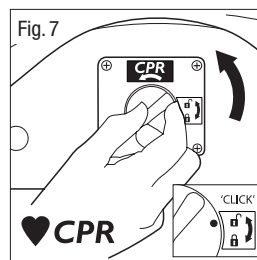

Fig. 7
5.3 Equipamiento para RCP (Fig. 7)